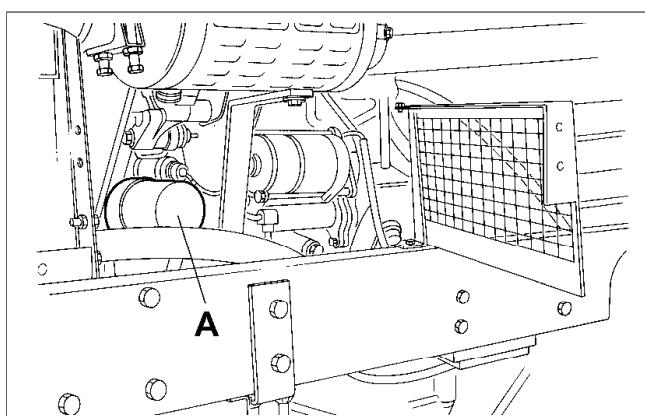

Fig.27
- (a) Cambiar el cartucho (A Fig. 27) del motor desenroscando y tirarlo.